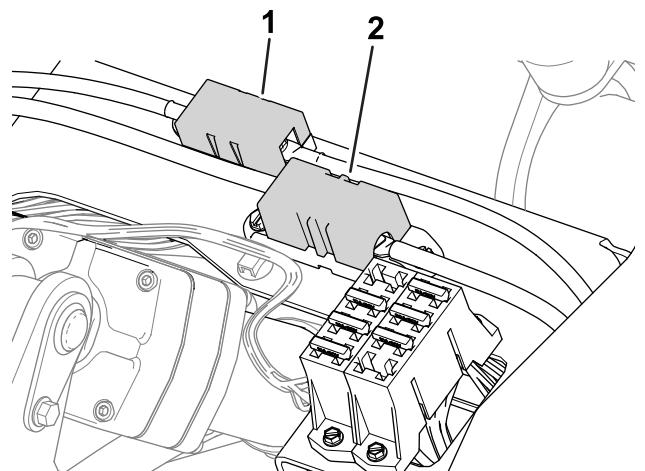

Bild 58
- Die Sicherungen für den Generator (100 A) und den rechten Radmotor (60 A) befinden sich unter dem Sitz (Bild 58).